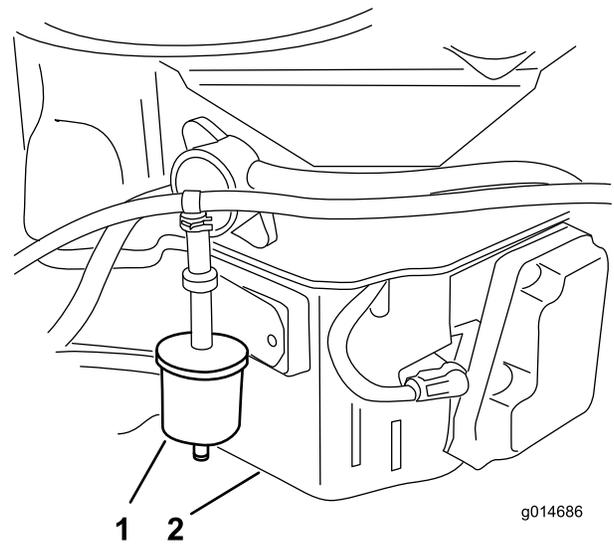

Figure 37
- 3. Déposez le filtre de mise à l'air libre de carburant existant (Figure 37).